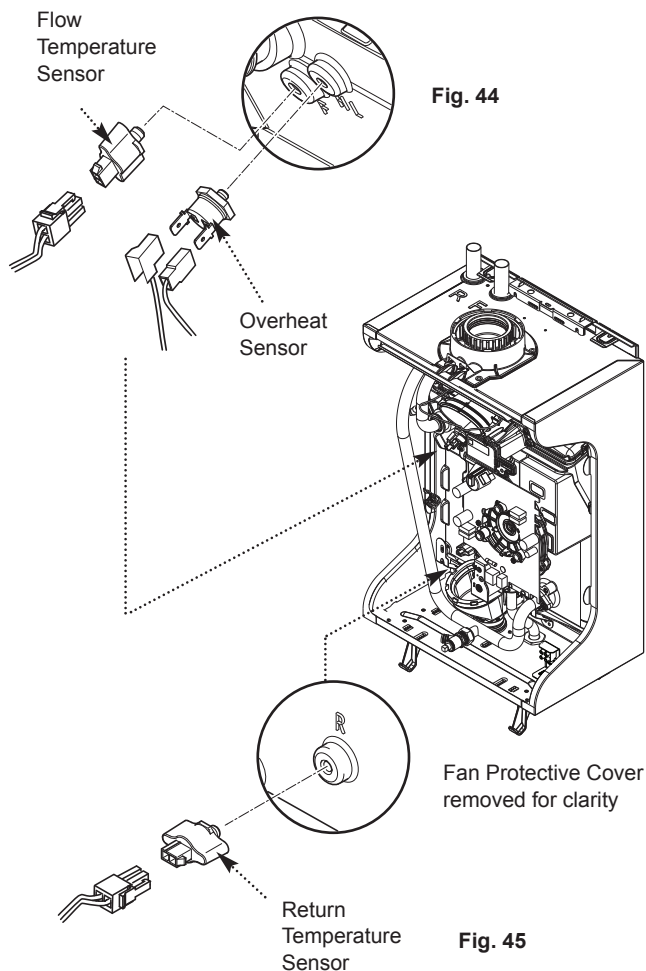

Fig. 44
10.3.7 Flow Temperature Sensor (Fig. 44)
10.3.8 Overheat Sensor (Fig. 44)